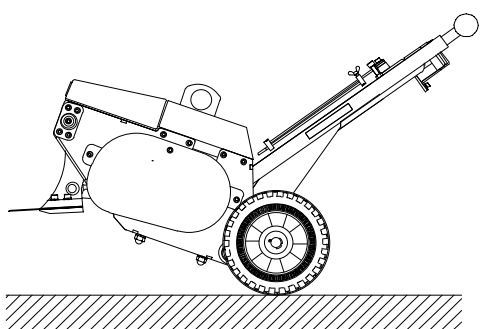

図10
- [2] 刃先を床から浮かせた状態（図10参照）でスイッチをONにします。